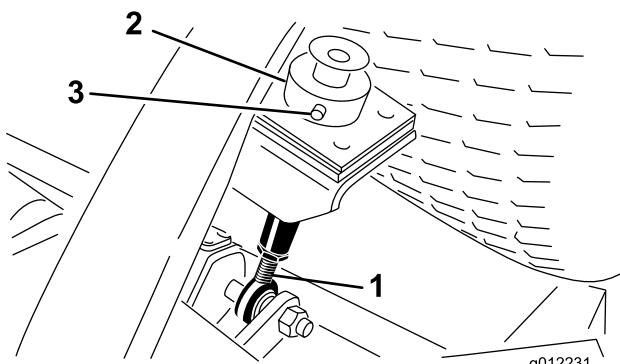

Figura 9
- Retire o contrapino tipo grampo e pino de segurança que fixam o anel da altura de corte à barra de altura de corte na parte posterior da unidade de corte (Figura 9).